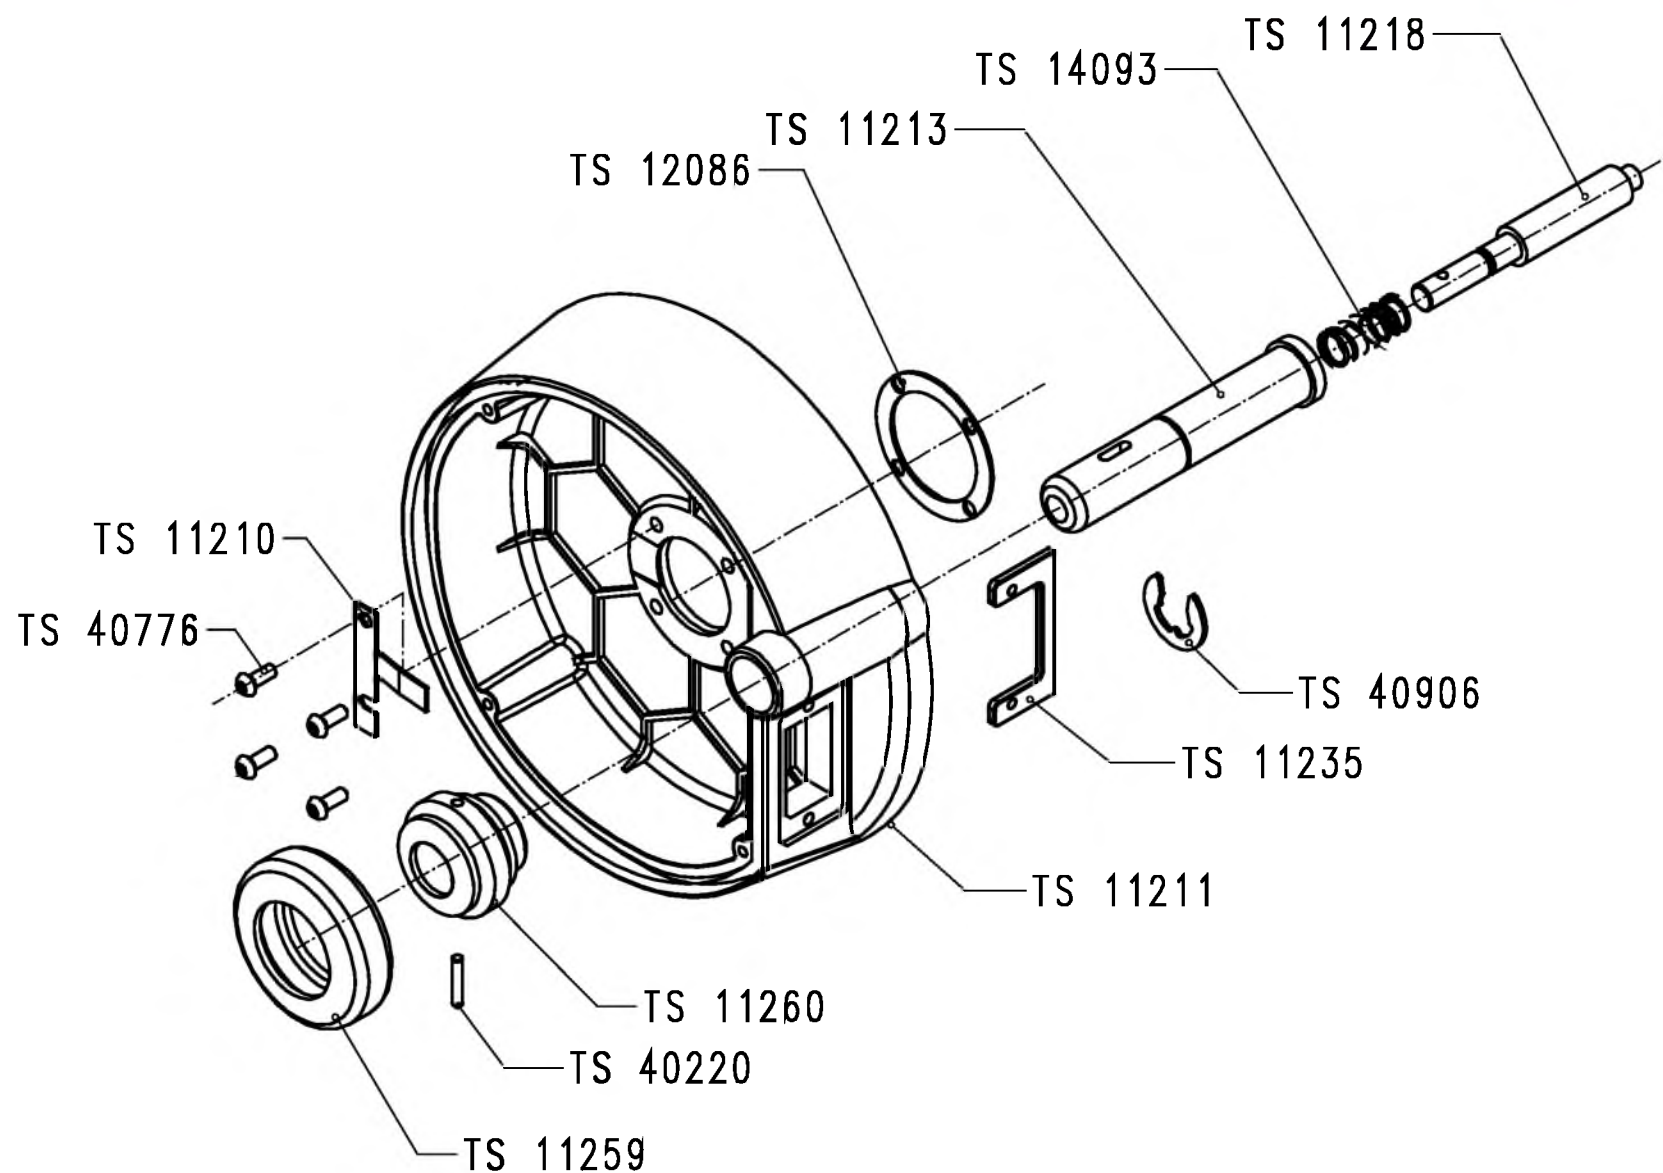

Рисунок 11-5: Электронный блок в сборе TS 10190, запчасти
- Рисунок 11-5: электронный блок в сборе TS 10190, запчасти